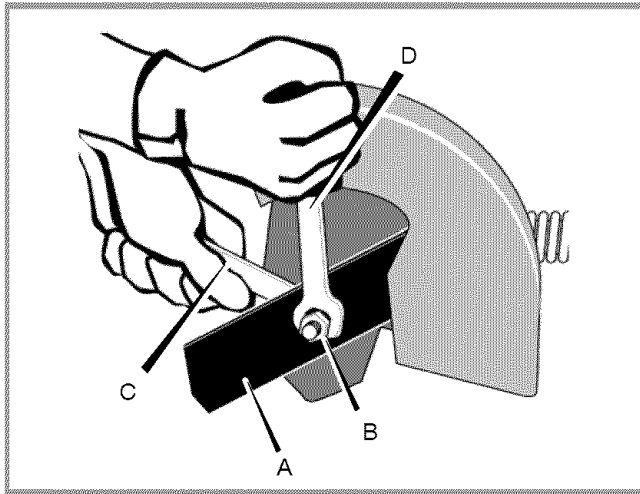

Figura 16: Extracción de la cuchilla
NOTA: Para retirar o ajustar la contratuerca de la cuchilla, use siempre el método que se muestra en Figura 16. Primero, coloque la llave (C) para sujetar la tuerca ubicada detrás de la cuchilla. Luego, gire la llave (D) para retirar o ajustar la contratuerca de la cuchilla.